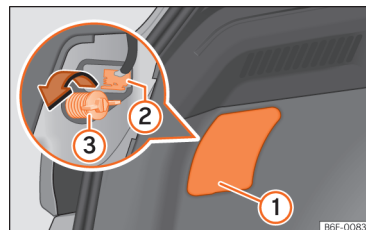
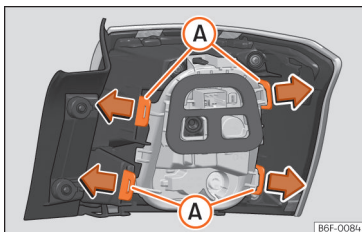

Abb. 171 Gepäckraum: Zugang zur Befestigungsschraube der Heckleuchte
Abb. 172 Befestigungslaschen Rückseite Heckleuchte.
- Hebeln Sie die Abdeckung an der Aussparung mit dem flachen Teil des Schraubendrehers ab »» [Abb. 171] ①.
- Ziehen Sie den Stecker der Leuchte ② ab.
- Schrauben Sie mit der Hand oder mit Hilfe eines Schraubendrehers die Befestigungsschraube der Leuchte ③ heraus.
- Bauen Sie den Lampenträger aus, indem Sie die Befestigungslaschen »» [Abb. 172] A entriegeln.